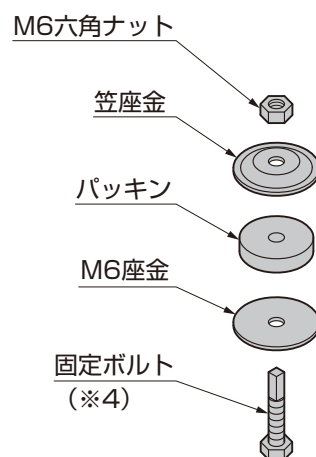

図16-10
- ⑥横樋梁用と折板屋根材の中間部の下から、中間用折板固定部品の固定ボルト (※4) を差込んでください。(図16-8、図16-10参照)
- ①折板屋根材の両端部に片側4ヶ所ずつ、合計8ヶ所φ12の穴(※1)をあけてください(図16-10参照)
- ②折板屋根材と折板屋根材を重ね合わせて、折板屋根材の中央部(※2)(※3)に等間隔で2ヶ所、φ8の下穴をあけてください。(図16-10参照)